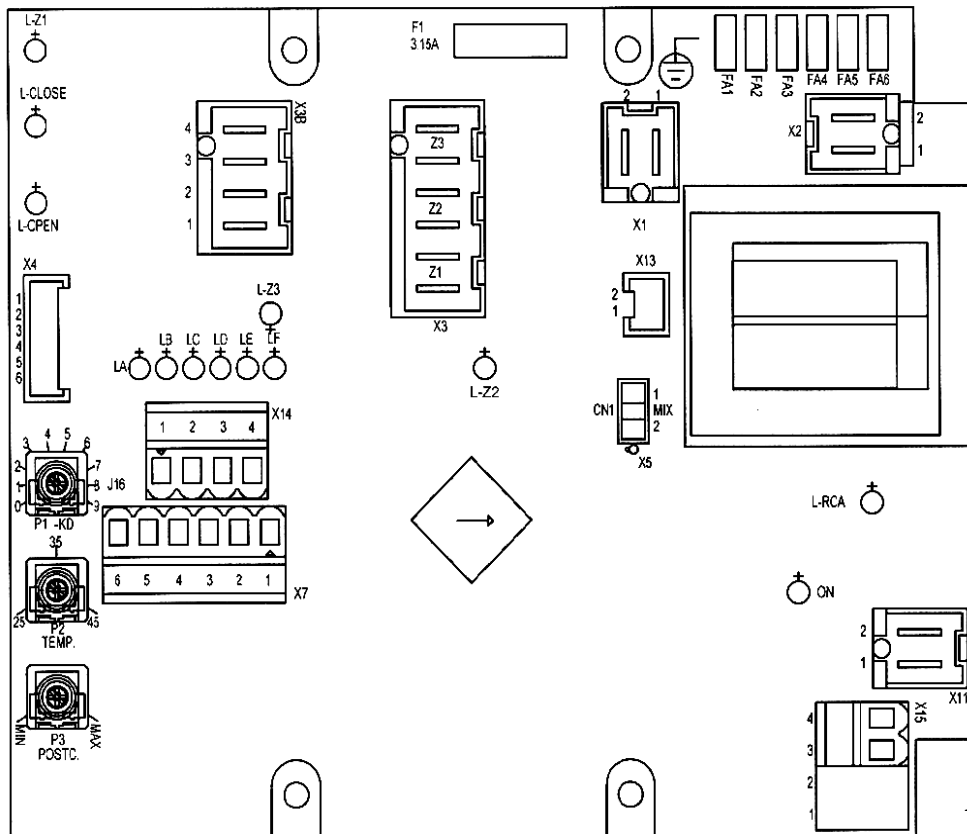

Figura 5
La scelta della curva climatica deve essere effettuata mediante il potenziometro **P1** presente sulla scheda elettronica (figura 5). Vedere il grafico sottostante per la scelta della curva da impostare.
- n°3 tubi (A,B,C figura 5);
- n°1 VALVOLA DI RITEGNO G $\frac{3}{4}$ FF (figura 5);